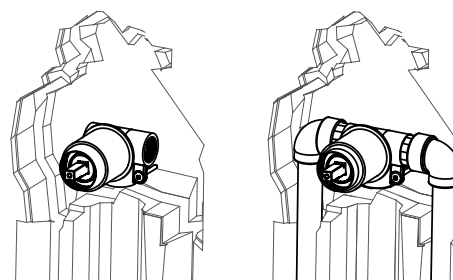

Рис. 2
3. Необходимо смонтировать смеситель, подключив к нему трубы системы водоснабжения, и закрепить его к стене (рис. 2), подобрав его положение в нише таким образом, чтобы глубина установки не превышала 37–46 мм.